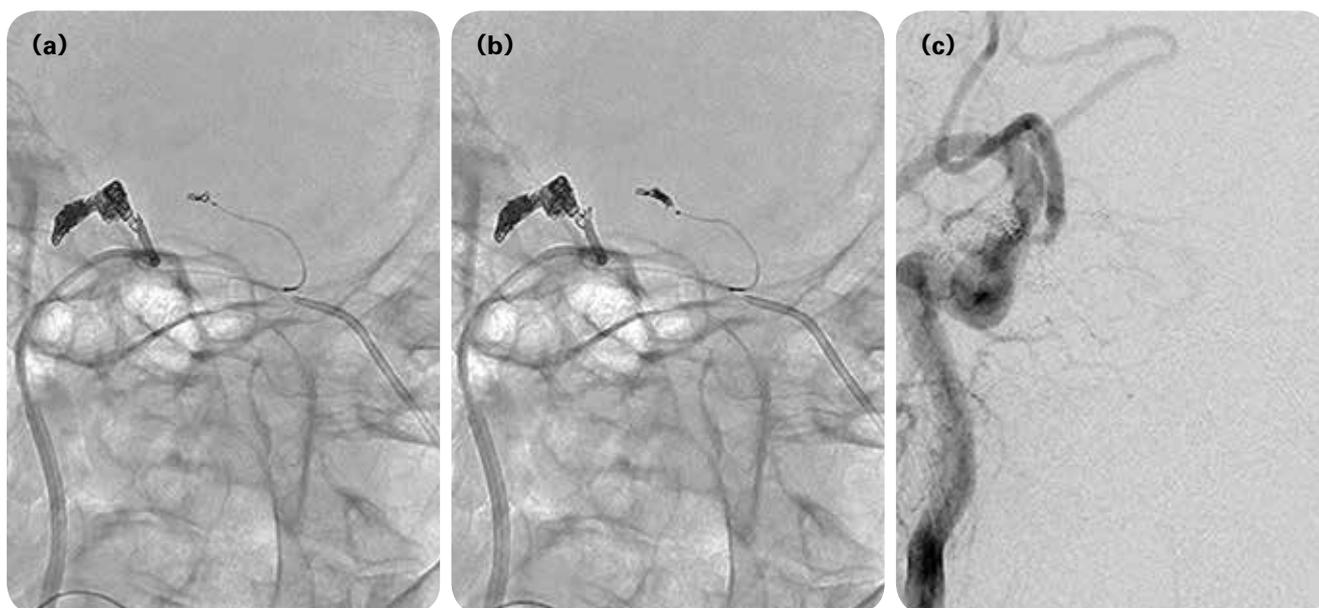

Fig.4:治療中画像(2)
Segment (A)の血管径は1mm程度であったため、Target Nano Helical 1mm×2cmを選択しanchoringを行ったところ、segment (A)の中で非常に良好なanchorを形成することができた。引き続きTarget Nano Helical 1mm×2cmを2本を用いてsegment (A)を塞栓し、右ILTからのシャントは消失した (Fig.4)。